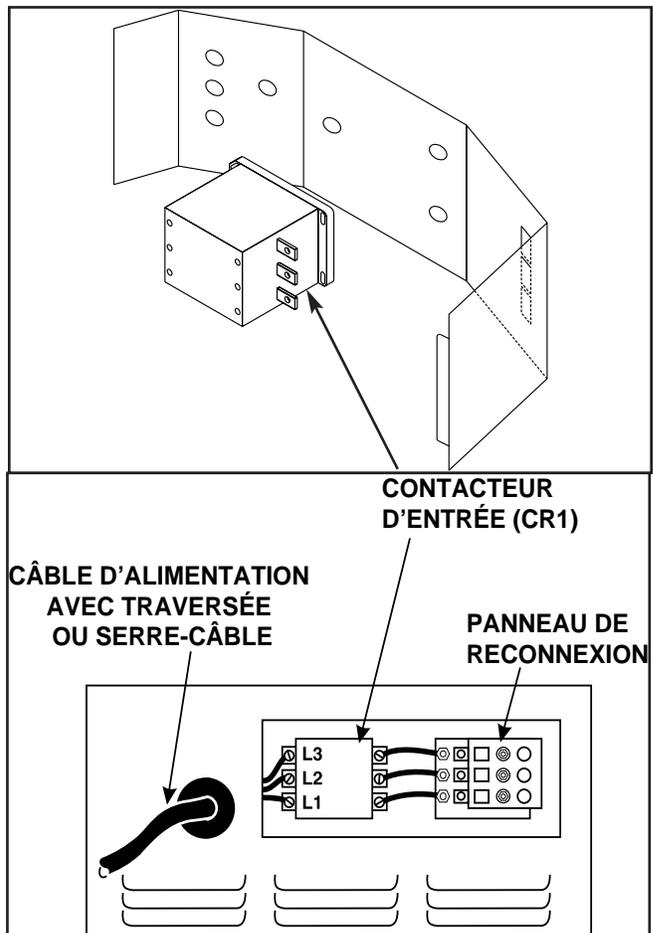

FIGURE A.3 – Connexions d'alimentation d'entrée
5. Connecter les fils d'alimentation c.a. triphasés L1, L2 et L3 aux bornes du contacteur d'entrée dans la boîte d'entrée en les faisant passer dans les trois trous alignés de 0,50 po de diamètre dans le déflecteur et les fixer au connecteurs. S'assurer de bien refermer le déflecteur en enfonçant la languette dans la fente du déflecteur. Voir la figure A.3.